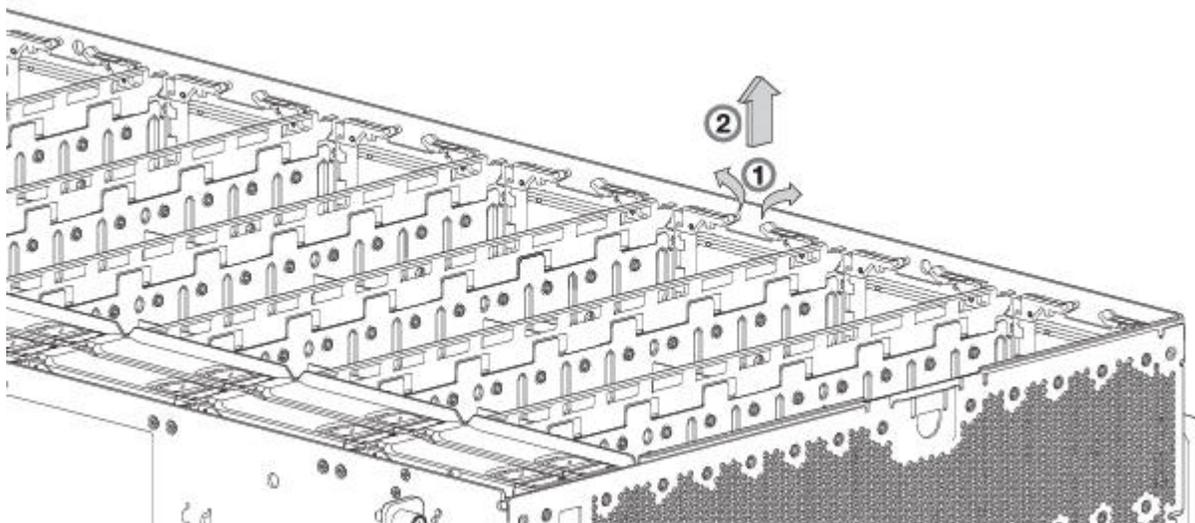
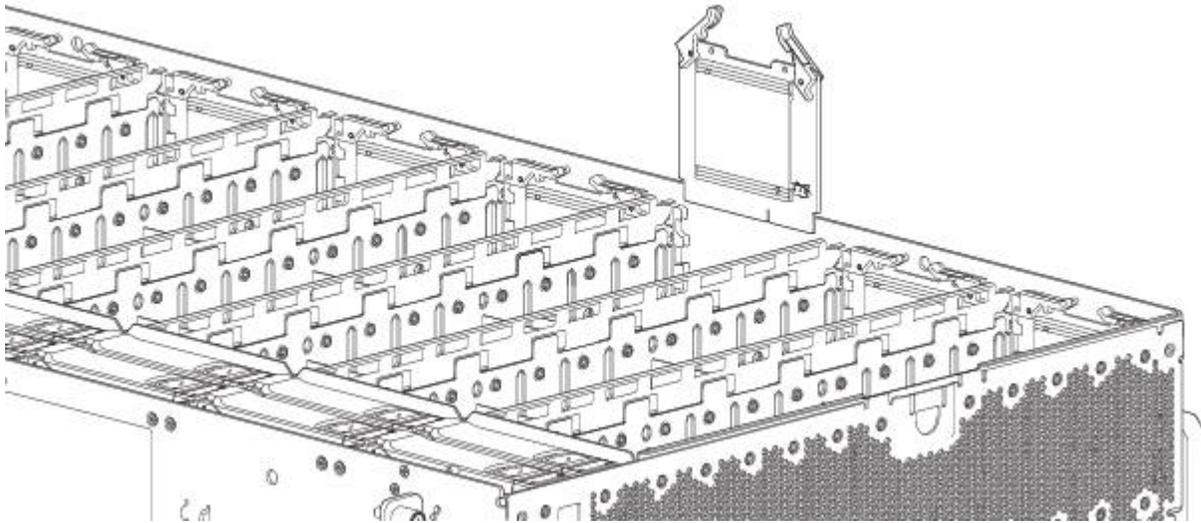

Рисунок 68. Удаление HS Expander (1 из 2)
Рисунок 69. Удаление HS Expander (2 из 2)
2. На неисправном модуле HS Expander сожмите каждый из двух пластиковых поворотных кронштейнов между большим и указательным пальцами, как показано в рис. 68.
3. Поверните кронштейны вверх до разблокировки контейнера РСВА в разьеме, как показано на рисунке рис. 69 на стр. 83.
Перед выполнением данной процедуры рассмотрите рис. 68 на стр. 82 и рис. 69, игнорируя стрелку-указатель, поскольку вам предстоит установить модуль в разъем, а не извлечь.